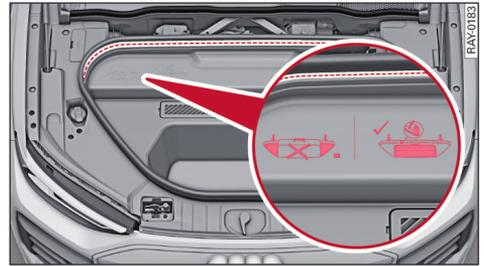

图 51 前舱带储藏箱：载物最高标记
- ▶ 在收纳物体时，请注意储藏箱的载物最高标记 ⇨ 图 51。
- 突出在储藏箱外的物体在发生事故时可能提高行人或骑车人的受伤风险。不要将高度超过标记的物体放置在储藏箱中 ⇨ 图 51。
物体突出储藏箱可能从里面损坏前舱盖。不要将高度超过标记的物体放置在储藏箱中 ⇨ 图 51。